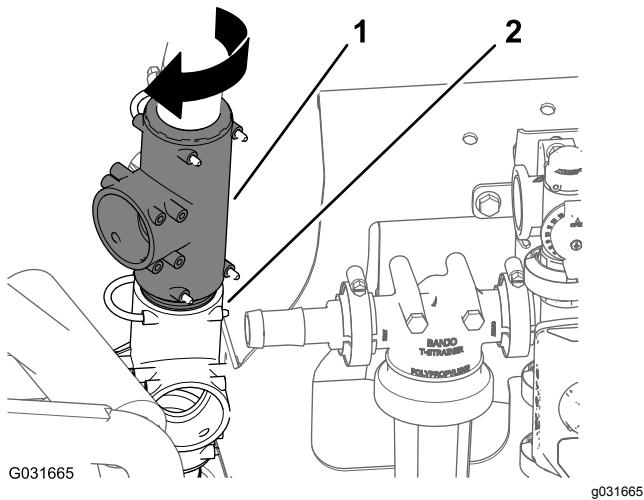

Bild 218
3. Drehen Sie das obere T-Anschlussstück um ca. 45° nach rechts (Bild 218).